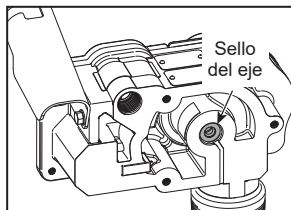

Figura 11
4. Quite el sello del eje del motor, palanqueando éste con un destornillador pequeño (vea la Figura 11).